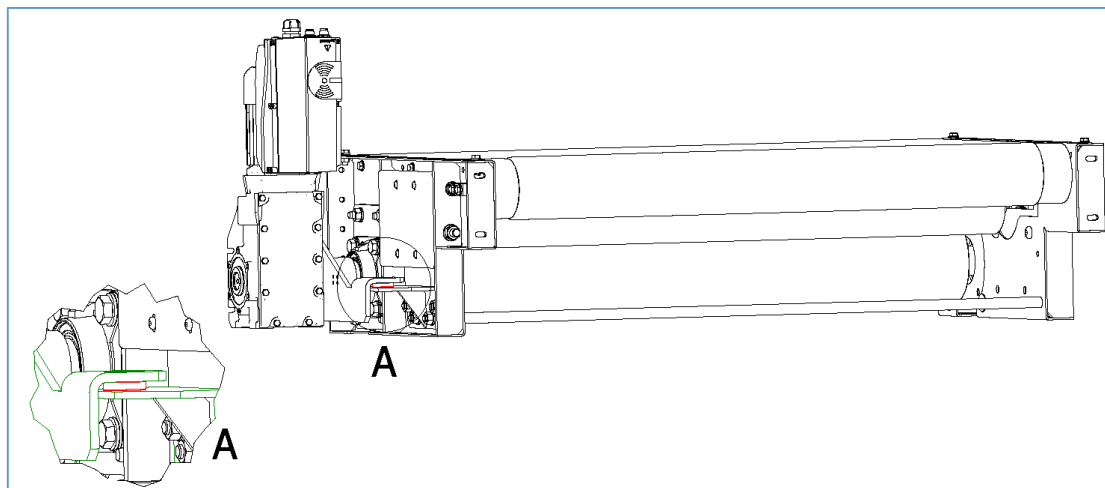

Figura 65 – Controllo del primo antivibrante
- m) Verificare il posizionamento del primo antivibrazione applicato al punto (i), in modo che si trovi tra il braccio di reazione e la sua staffa di supporto (Vedi Figura 65).